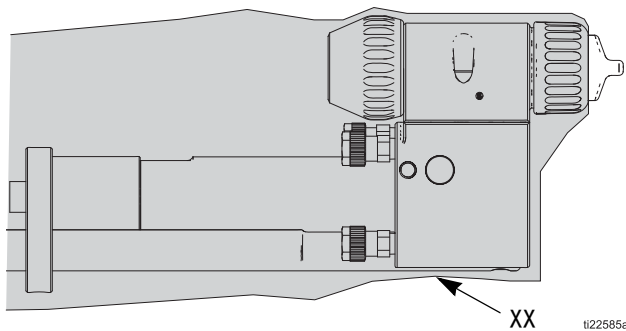

图 17. 喷枪盖
在喷枪前端安装喷枪盖 (XX)，并将其滑回以覆盖歧管尾部外露的管子和软管。参见图 17。